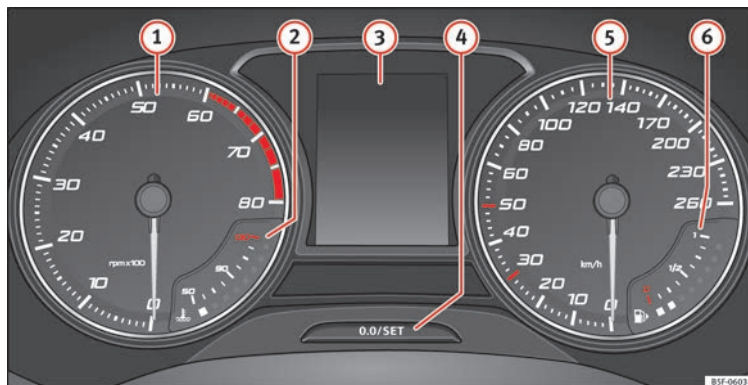

Fig. 124 Cuadro de instrumentos en el tablero de instrumentos.
»» **fig. 124:**
El cuentarrevoluciones muestra el régimen de revoluciones del motor por minuto » fig. 124 ❶.
La aguja del cuentarrevoluciones ❶ » fig. 124 sólo deberá alcanzar la zona roja durante un breve período de tiempo, de lo contrario corre el peligro de sufrir daños en el motor.
Al conectar el encendido, en la pantalla del cuadro de instrumentos » fig. 124 ❷ puede visualizarse información diversa, en función del equipamiento del vehículo:
- Pulse brevemente el botón » **fig. 124 4** para restablecer el cuentakilómetros parcial a 0.
- Para ajustar la hora, mantenga pulsado el botón » **fig. 124 4** durante más de 3 segundos para seleccionar el indicador de horas o bien de minutos.
Mantenga pulsado el botón » » fig. 124 ④ durante más de 15 segundos para visualizar las letras distintivas del motor (MKB) del vehículo. Para ello, el encendido debe estar conectado y el motor apagado.
El indicador para la temperatura del líquido refrigerante **2** » **fig. 124** funciona sólo con el encendido conectado. Para evitar averías en el motor, tenga en cuenta las siguientes observaciones sobre los márgenes de temperatura.